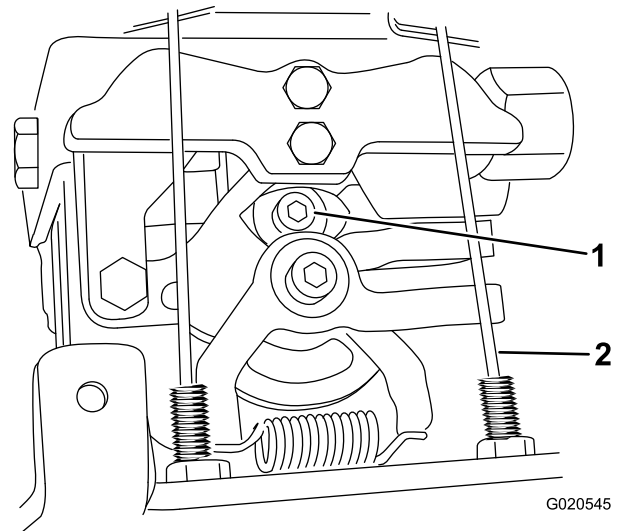

Figure 28
6. Desserrez la vis de verrouillage (Figure 28) jusqu'à ce qu'il soit possible de tourner le bras de retour.